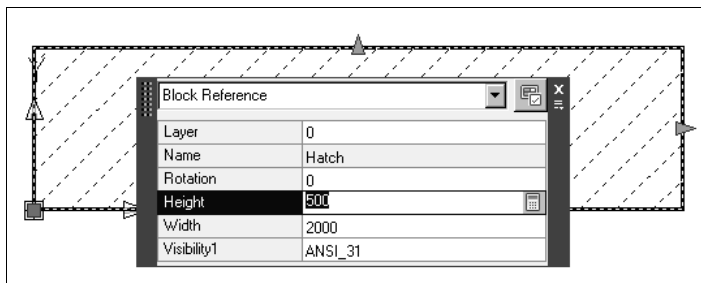

Рис. 17.17. Присвоение размеров сторонам прямоугольника
- Выйдите из редактора динамических блоков, вставьте в чертеж новый экземпляр блока, присвоив его ширину и высоту на палитре **Quick Properties** (Быстрые свойства) (рис. 17.17).